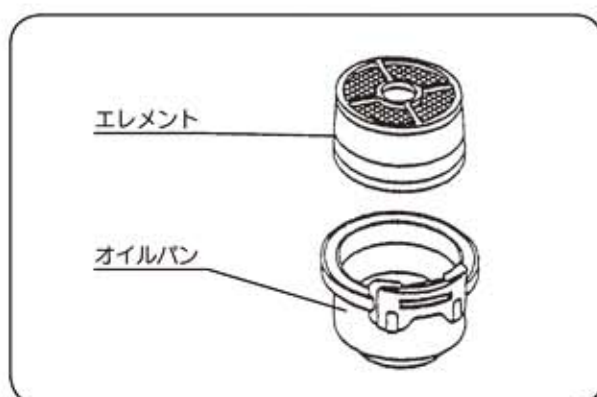

図35
③ オイルパンはよく洗浄し、新しいエンジンオイル(SC級以上)をレベルまで入れてください。(図35)